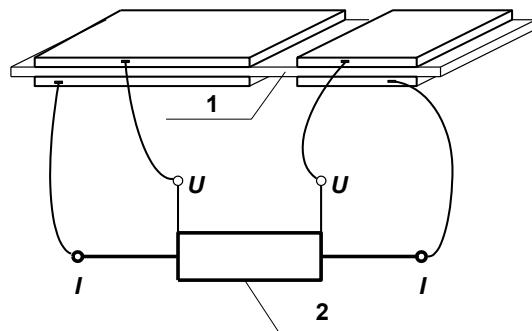

Рис. 17
3.2.7.1. С помощью штатного измерительного провода со щупами станд СЭИТ-3 подключают к образцовой катушке сопротивления через контактное приспособление рис. 17.